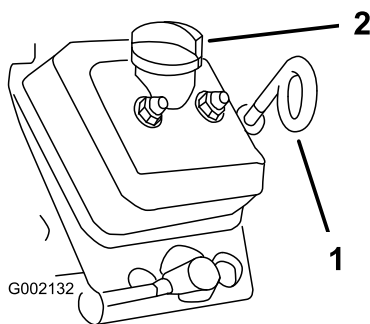

Figura 20
3. Utilice un trapo para limpiar alrededor de la varilla de aceite y el tapón de llenado (Figura 20) para impedir que caiga suciedad por el tubo/cuello de llenado de aceite y cause daños en el motor.
4. Retire la varilla de aceite y limpie el extremo (Figura 20).
5. Introduzca la varilla de aceite a fondo en el tubo (Figura 20).
8. Instale el tapón de llenado; consulte Figura 20.
9. Instale la varilla de aceite y asíéntela firmemente (Figura 20).